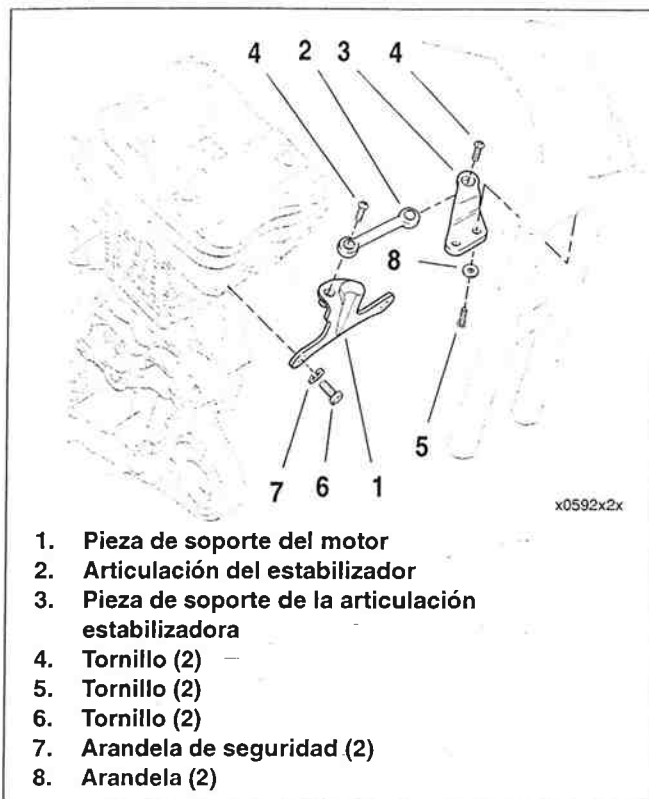

Figura 2-135. Conjunto de la articulación estabilizadora superior delantera
2. Vea la Figura 2-135. Extraiga los tornillos (4) y la articulación estabilizadora (2).
- a. Todos excepto el modelo XL 1200C: extraiga tornillos (5), arandelas (8), pieza de soporte de la bocina y pieza de soporte de la articulación estabilizadora (3) de la estructura.
- b. Modelo XL 1200C: extraiga tornillos (5), arandelas (8) y pieza de soporte de la articulación estabilizadora (3) de la estructura.
4. Extraiga los tornillos (6), arandelas de seguridad (7) y pieza de soporte del motor (1) de la culata del cilindro delantero.
1. Vea la Figura 2-135. Instale los tornillos (6), arandelas de seguridad (7) y pieza de soporte del motor (1) a la culata del cilindro delantero. Apriete a 74,6-88,2 N·m (55-65 lb-pie).
- a. Todos excepto el modelo XL 1200C: instale la pieza de soporte de la articulación estabilizadora (3), pieza de soporte de la bocina, tornillos (5) y arandelas (8).
- b. Modelo XL 1200C: instale la pieza de soporte de la articulación estabilizadora (3), tornillos (5) y arandelas (8).
3. Instale la articulación estabilizadora (2) y tornillos (4). Apriete a 33,9-47,5 N·m (25-35 lb-pie).
4. Vea la Figura 2-135. Extraiga el tornillo (3) que asegura la articulación superior delantera (2) a la pieza de soporte de la articulación estabilizadora (3).
6. Vea la Figura 2-135. Sujete la articulación superior delantera (2) a la pieza de soporte (3) con el tornillo (4). Apriete a 33,9-47,5 N·m (25-35 lb-pie).
15. Vea la Figura 2-135. Extraiga el tornillo (3) que asegura la articulación superior delantera (2) a la pieza de soporte de la articulación estabilizadora (3).
3. Instale la placa de soporte del pivote trasero (5) sobre el eje pivote con rebordes en la placa de soporte en el reborde del eje pivote. Asegure al cárter con tres tornillos (6). Apriete a 9,05-13,6 N·m (80-120 lb-pulg.).
4. Instale el aislador trasero izquierdo (3) en el eje pivote del brazo oscilante.
5. Coloque la montura del aislador trasero (2) sobre el aislador trasero izquierdo, alineando las lengüetas en el aislador con las ranuras en la montura del aislador. Instale los tornillos (7). Apriete a 33,9-47,5 N·m (25-35 lb-pie).
7. Vea la Figura 2-135. Sujete la articulación superior delantera (2) a la pieza de soporte (3) con el tornillo (4). Apriete a 33,9-47,5 N·m (25-35 lb-pie).